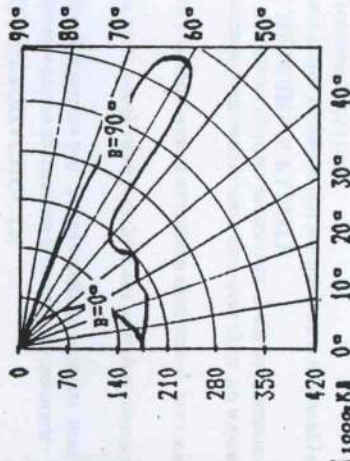

Рис. 1
- 1.1. Светильники подвесные ЖСУ17-100-001 (рис.1) с разрядными лампами высокого давления предназначены для освещения улиц, дорог, площадей.
5.1. Светильники ориентируются под требуемым углом в горизонтальной плоскости и фиксируются в нужном положении затягиванием болтов (1), (2) с усилием (8±1) Н.м.
Светильники закрепляются на несущем тросе Ø6...12,5 мм двумя болтами (3) см. рис.1.